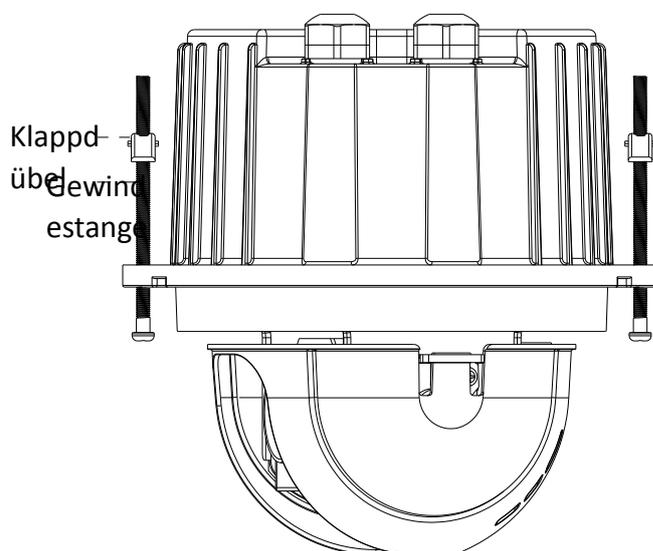

Abbildung 3-11 Montage der Gewindestangen
- 4) Bringen Sie die Klappdübel wieder an (siehe Abbildung 3-11).